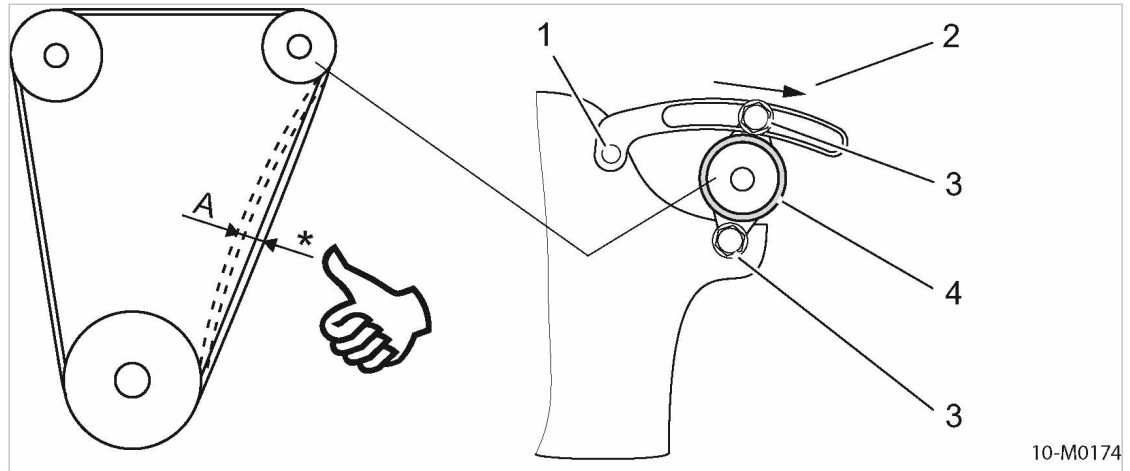

Fig. 37 Comprobación de la tensión de la correa con la mano
- Desmontaje de la protección de correas. - Comprobar la tensión de correas con un aparato medidor para correas trapezoidales. - Tense la correa que esté floja: - Soltar ambos tornillos de fijación ③ del motor generador ④. - Tirar del generador del motor con una palanca adecuada en la dirección que indica la flecha ② hasta que se haya alcanzado la tensión de correas correcta. - Volver a apretar ambos tornillos de fijación ③. - Monte la protección de correas. - Polo negativo de la batería.	- Desmontaje de la protección de correas. - Presione la correa con el pulgar por el punto medio entre las poleas. (ver ilustración 37). - Tense la correa que esté floja: - Soltar ambos tornillos de fijación ③ del motor generador ④. - Tirar del generador del motor con una palanca adecuada en la dirección que indica la flecha ② hasta que se haya alcanzado la tensión de correas correcta. - Volver a apretar ambos tornillos de fijación ③. - Monte la protección de correas. - Polo negativo de la batería.